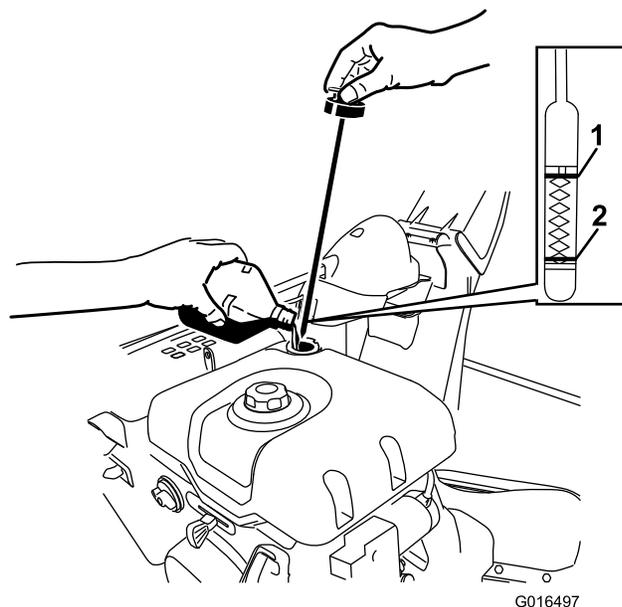

Figura 20
1. Togliete l'asta di livello ruotando il tappo in senso antiorario e versate **lentamente** l'olio nel tubo di riempimento fino a portarne il livello al segno di pieno (Full) sull'asta. **Non riempite troppo.** (Figura 20).